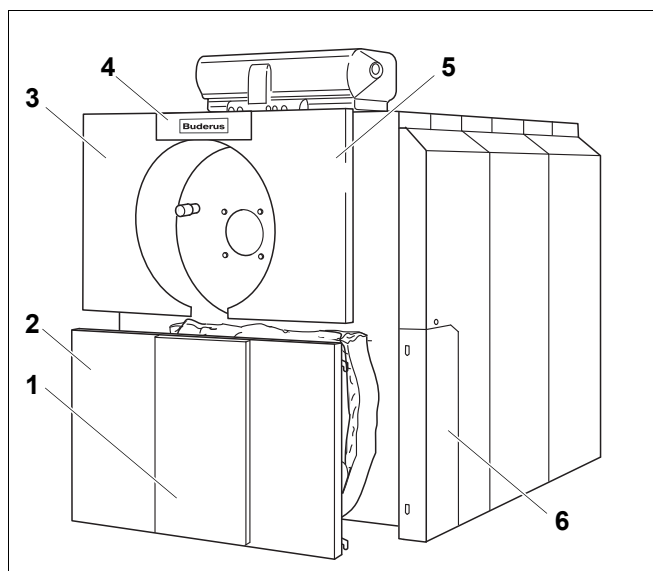

Рис. 28 Снятие передней стенки
- Снимите верхнюю (рис. 28, **поз. 4**) и нижнюю (рис. 28, **поз. 1**) панели.
- Снимите левую и правую верхние передние стенки (рис. 28, **поз. 3** и **5**).
- Снимите нижнюю переднюю стенку (рис. 28, **поз. 2**).
- Снимите левую и правую части боковых стенок (рис. 28, **поз. 6**).